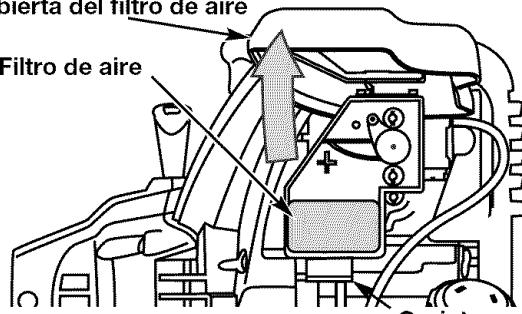

Fig. 23
1. Abra la tapa del filtro de aire. Empuje hacia adentro la lengüeta que está en lado inferior de la tapa. Despues hale hacia afuera y arriba la tapa del filtro de aire. (Fig. 23).
2. Retire el filtro de aire (Fig. 23).
6. Vuelva a colocar el filtro (Fig. 23).